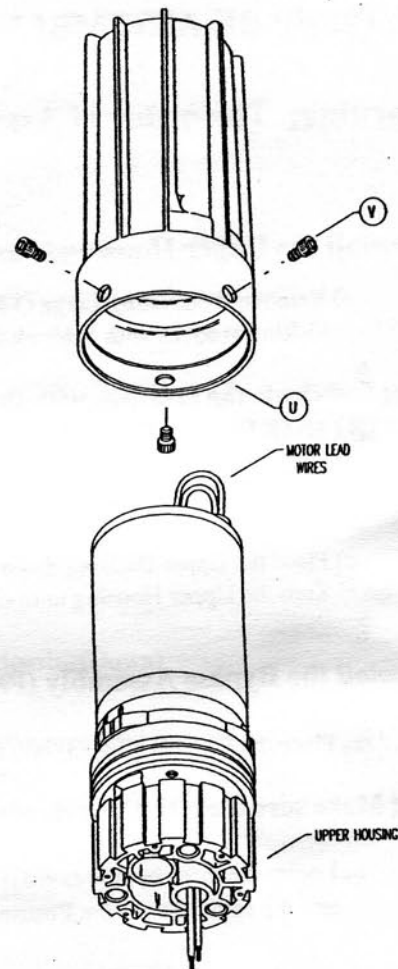

FIGURE 12
**6) Install the Canister (Part U) (Fig. 12).**
**7) Install the Screws (Part V) (Fig. 12).**